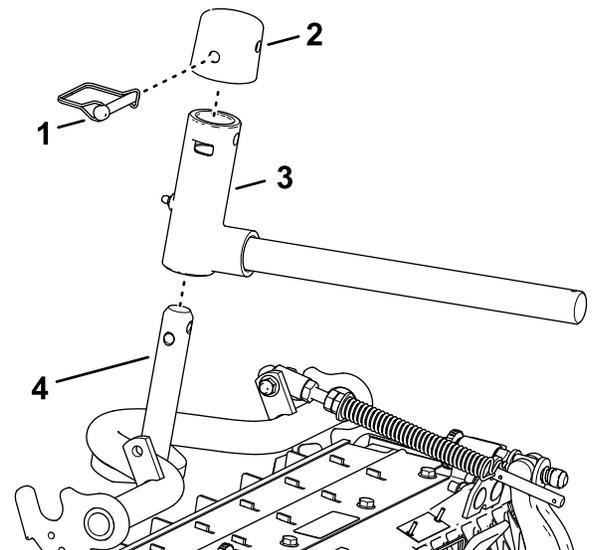

Рисунок 26
2. Установите поворотную втулку на вал несущей рамы (Рисунок 26).